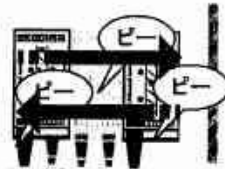

図64:
- “ビー”音になった個所をチョーク等でマーキングし、その付近を慎重に測定してください。(図64参照)